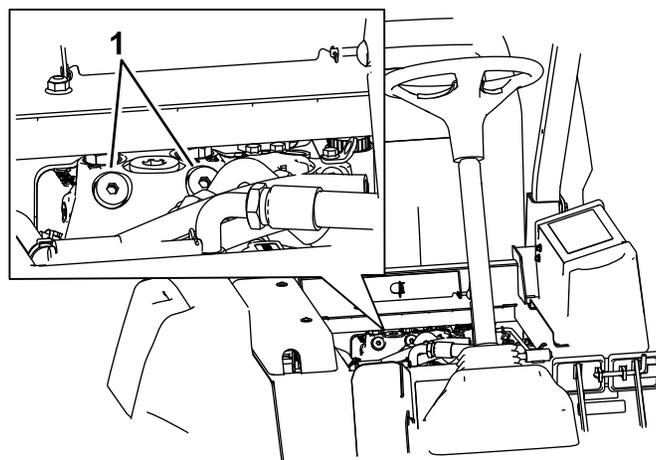

Figura 38
1. As válvulas de derivação encontram-se sob a dianteira do depósito de combustível (Figura 38).